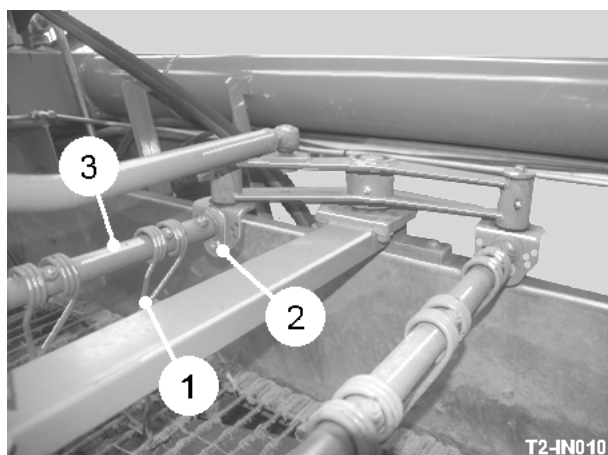

Fig 11
Pour mettre la hauteur des doigts (item 1, fig 11) au-dessus du tissu, enlevez la pince verrouille (item 2, fig 11) et tourne la barre de l'installation (item 3, fig 11) jusqu'à ce que les doigts soient à la hauteur exigée. Ce n'est pas toujours nécessaire à poser complètement les deux lignes de motte doigts, c'est souvent meilleur d'avoir la deuxième ligne inférieur que le premier. Dans sommet vert lourd ou détritux, la motte les doigts peuvent causer matière à balle au-dessus et surcharger le rouleau de l'haulm. Si cela se produit, les doigts devraient être soulevés au chômage.